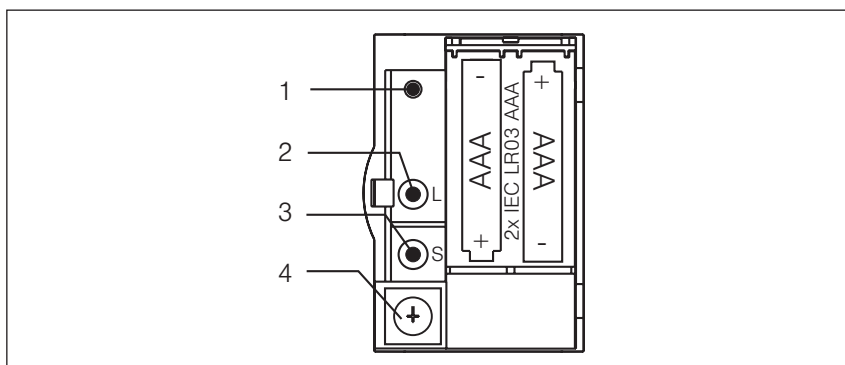

Fig. 15 Emisor manual de 1 y de 8 canales con el compartimento de las pilas abierto
- 1 LED de transmisión**, se ilumina al transmitir un comando de desplazamiento. Cuando las pilas estén agotadas, este LED se iluminará de forma intermitente cuando intente emitir un comando de desplazamiento. Si las pilas están completamente vacías, el LED no se iluminará. Este LED también destella al pulsar el botón de modo (Fig. 15).